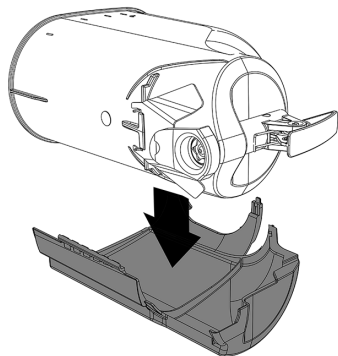
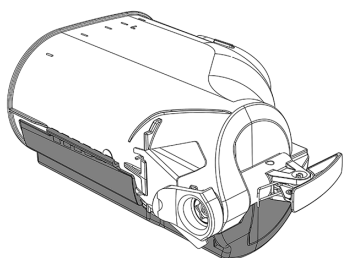

figura 5
figura 6
**1** Adagiare la parte destra del recover su un piano. Posizionare il contenitore al suo interno. (vedere figura 5) (vedere figura 6).